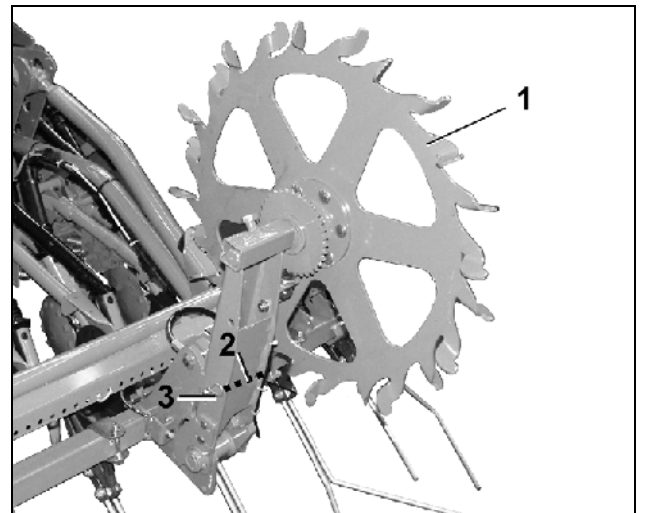

Fig. 113
- Spornrad von Hand kurz anheben (Fig. 113/1), Federvorstecker (Fig. 113/3) lösen, Bolzen (Fig. 113/2) ziehen und Spornrad absenken.